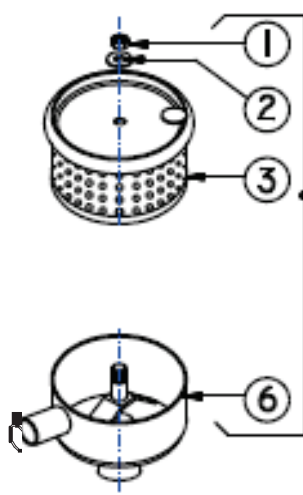

Fig. 16
-- 10.1) VERIFICARE FILTRU AER (Fig. 16) --
- Filtrul este format din două cartușe filtrante (prima și a 2-a etapă): pentru a verifica slăbirea piuliței (fig. 16, partea 1) și se extrage cartușul din etapa 1 partea 3.